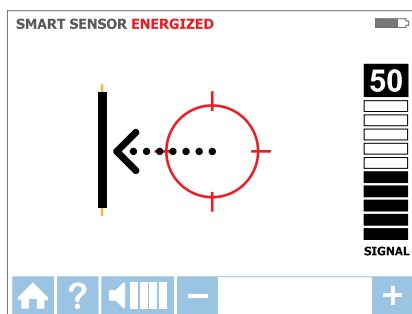

Figura 3.1d
4. Spostare il ricevitore nella direzione indicata dalla freccia sullo schermo (vedi Figura 3.1d)